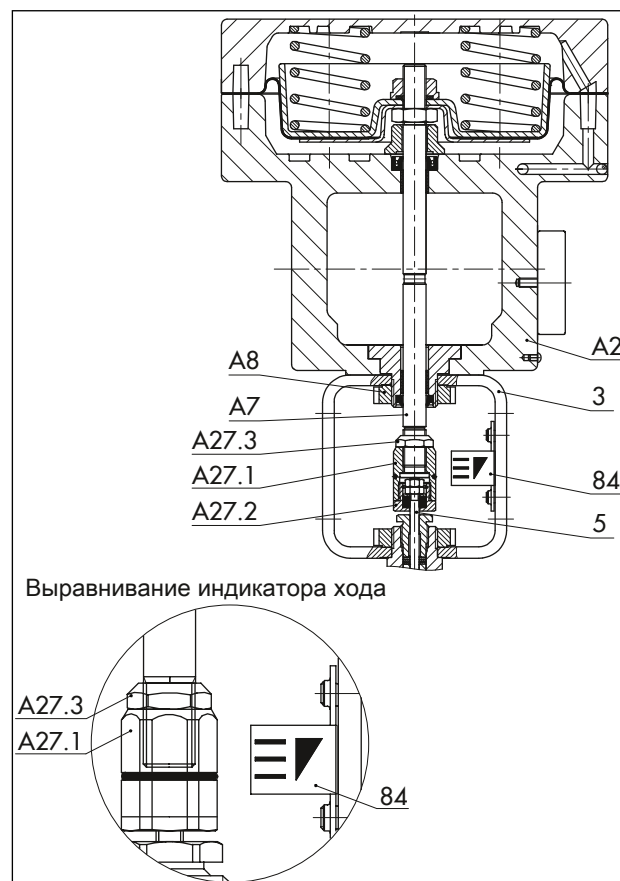

Рис. 13: Пневматический привод Тип 3277 на клапане на микрорасходы Тип 3510
См. Рис. 13
9. Расположите индикатор хода (84) таким образом, чтобы самая нижняя линия на индикаторе находилась на уровне уплотнительного кольца соединительной муфты, см. Рис. 13.